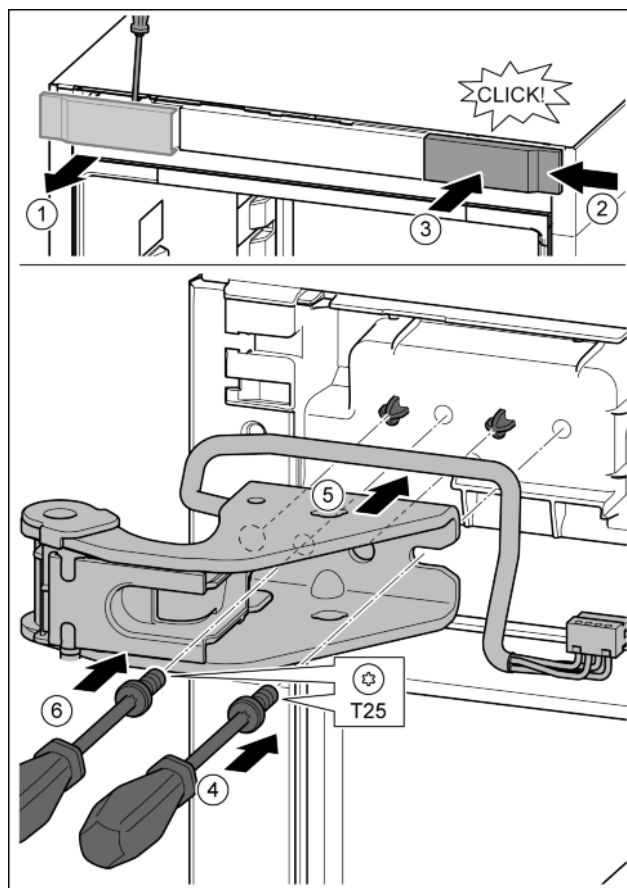

Fig. 27
- ▶ Za pomocą śrubokrętu zwolnić osłonę i zdjąć w bok. Fig. 27 (1)
- ▶ Osłonę obrócić o 180° założyć z drugiej strony od prawej. Fig. 27 (2)
- ▶ Zazębić osłonę. Fig. 27 (3)
- ▶ Śrubę założyć przy pomocy śrubokręta T25. Fig. 27 (4)
- ▶ Założyć górną płytkę zawiasu. Fig. 27 (5)
- ▶ Dokręcić śrubę. Fig. 27 (4)
- ▶ Śrubę założyć przy pomocy śrubokręta T25 i mocno dokręcić. Fig. 27 (6)